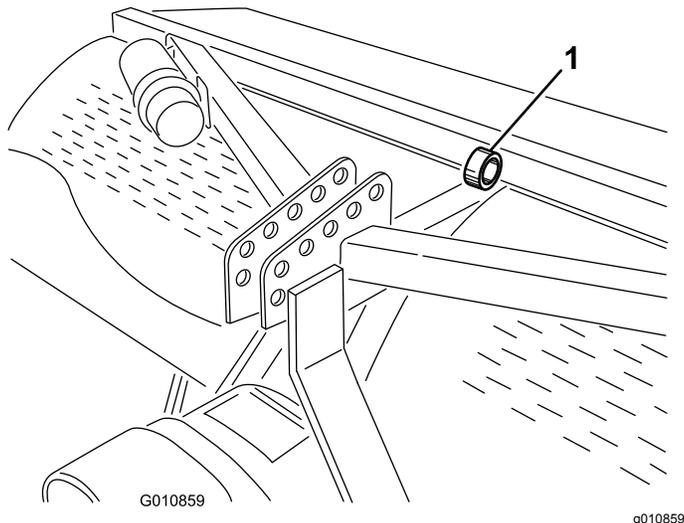

Figura 43
**Nota:** Potete utilizzare un paranco per sollevare l'arieggiatore. Usate l'occhiello della testa di carotaggio come punto di ancoraggio del paranco (Figura 43). Assicuratevi che la capacità di sollevamento del paranco sia sufficiente. Vedere Specifiche (pagina 23).